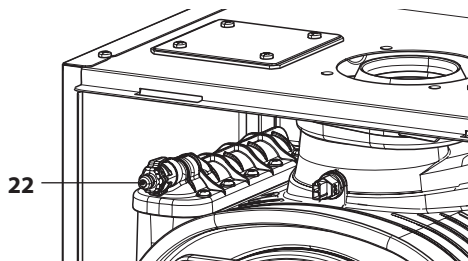

Figura 6.4
- Prima di allentare il raccordo di sfianto scambiatore primario condensante 22 in Figura 6.4 collegare un tubicino di scarico al portagomma per far defluire l'acqua in uscita.
- Riempire l'impianto di riscaldamento vedi sezione "Riempimento del circuito riscaldamento" a pag. 20 e richiudere il raccordo di sfiato scambiatore primario condensante 22 in Figura 6.4 quando da quest'ultimo inizia ad uscire acqua.